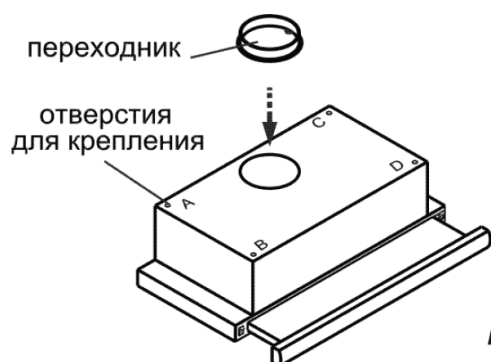

рис. 4
1. Установите пластиковый переходник (опционально, при его наличии в приобретаемой Вами модели) и зафиксируйте его защелками (рис. 4). В случае отсутствия такого переходника в комплектации модели, переходите сразу к следующему пункту.
3. Снимите алюминиевый фильтр (рис. 4)